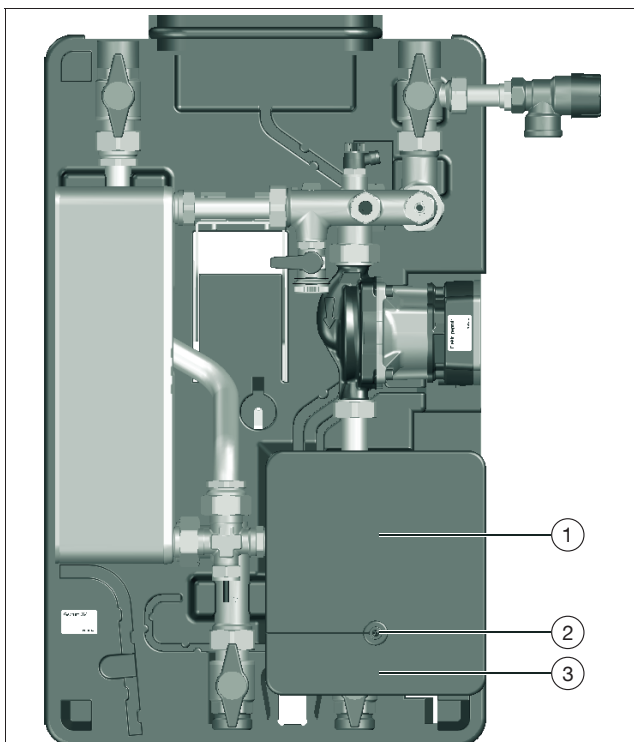

Abb. 18: Regler öffnen
3. Lösen Sie die Schraube (siehe Position (2) in Abb. 18) und legen Sie diese beiseite.
4. Schieben Sie die Abdeckung-Anschlusspanels (siehe Position (1) in Abb. 18) hoch bis diese hörbar einrastet.
5. Klappen Sie die Abdeckung-Zuleitungen (siehe Position (3) in Abb. 18) ab.